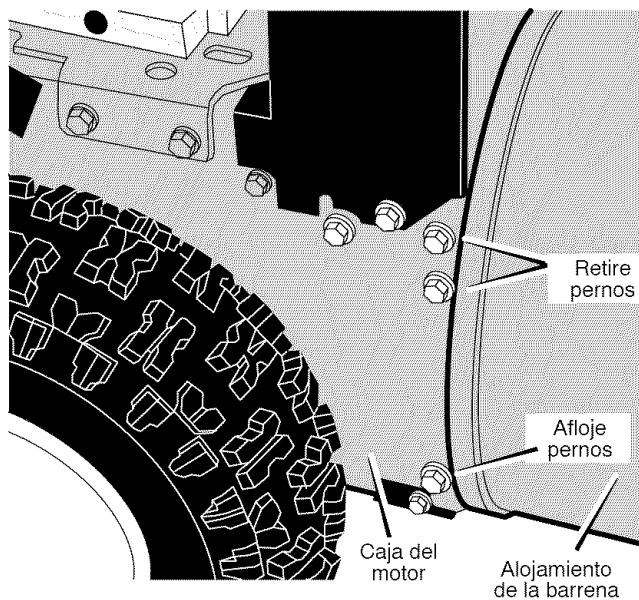

Figura 75
- Retire los cuatro **pernos** superiores que unen el **alojamiento de la barra** y la **caja del motor**. Afloje los dos **pernos** inferiores. Ahora el **alojamiento de la barra** y la **caja del motor** pueden separarse para retirar la correa (Figura 75).